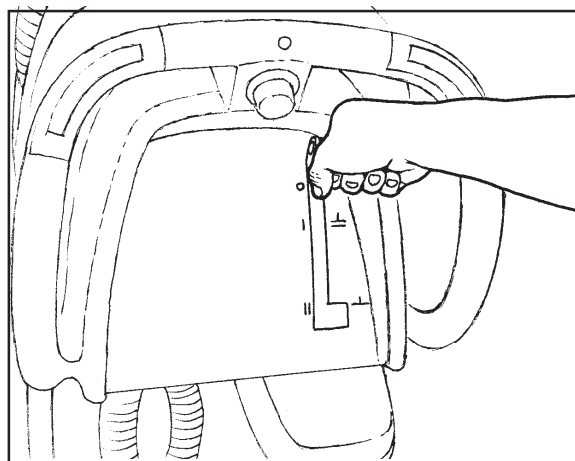

Figure 26
2. Pour relever le suceur, remplacez le levier en position haute. Voir figure 26.